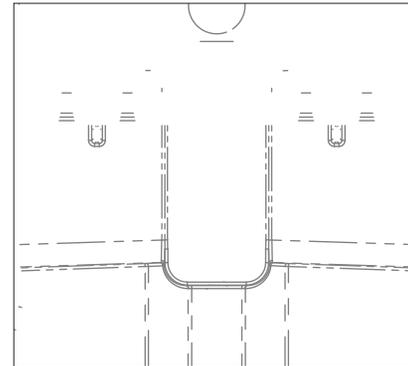

Figura 5 - Información de los iconos
1. Hay tres iconos visibles cuando la unidad está abierta (véase la figura 5). El icono situado en el centro denota la orientación de la unidad.